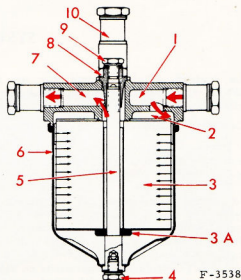

Fig. 20. - Filtre à combustible
Assurez-vous qu'il n'y a aucune fuite. Avant la mise en fonctionnement d'un appareil, purgez correctement en desserrant la vis (3) pour évacuer l'air contenu dans la cuve; dès que le gas-oil sort resserrez la vis de purge (fig. 20).
Le filtre sert à éliminer les plus petites impuretés contenues dans le combustible, impuretés qui risqueraient d'endommager la pompe d'injection et les injecteurs, et à le purger des bulles d'air qu'il aurait pu entraîner. La partie essentielle du filtre est constituée par l'élément filtrant ou "cartouche" placé à l'intérieur du filtre (fig. 20).
Remontez la cuve (fig. 20).
Il consiste essentiellement en mesures préventives contre une usure prématurée de l'injecteur. La mise hors d'usage de celui-ci a pour cause essentielle les impuretés du gas-oil qui est souvent souillé par de la poussière, du sable, de l'asphalte ou de l'eau, d'où de graves dommages causés aux surfaces de frottement et aux sièges des injecteurs. C'est pourquoi le gas-oil doit être épuré aussi complètement que possible avant d'arriver à la pompe d'injection. C'est le rôle du filtre à combustible (fig. 20). Aussi longtemps que ce filtre fonctionnera bien il n'y aura pas de danger à redouter.